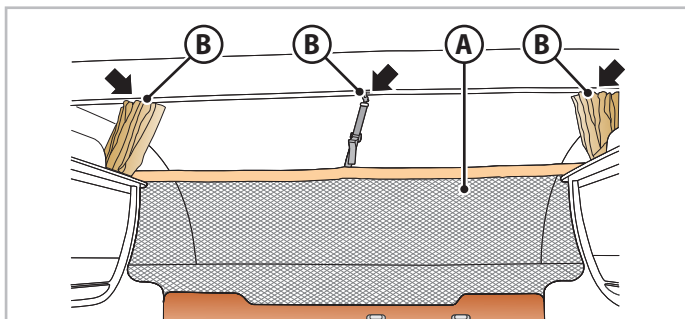
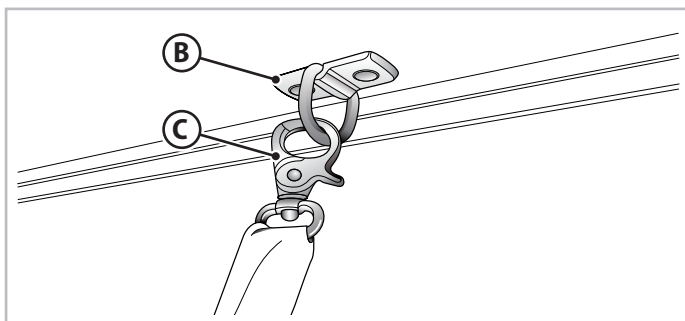

Fig. 6.22 - Rete di protezione letto basculante
Fig. 6.23 - Gancio rete di protezione
- Fissare la rete di protezione (**A** - Fig.6.22) tramite i ganci (**B** - Fig.6.22 e Fig.6.23) negli appositi anelli (**C** - Fig.6.23).